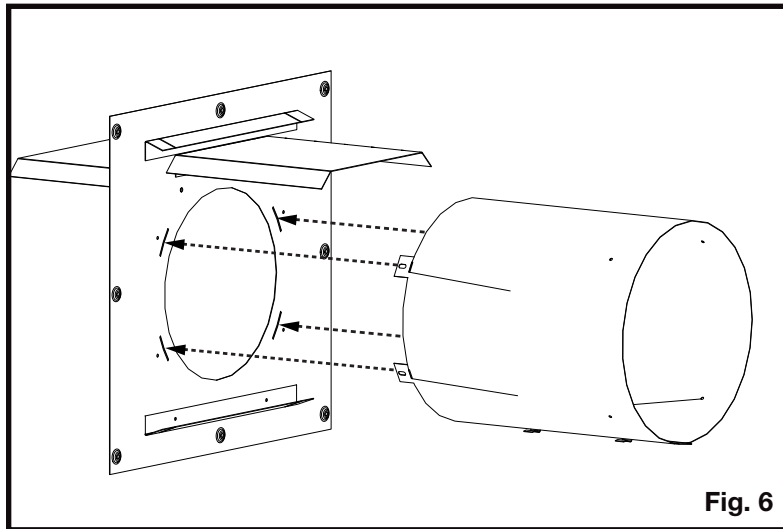

Fig. 6
- Insérez les languettes des douilles d'évent dans les douilles d'espaceur de feuillard, pliez les languettes de douille d'évacuation et fixez-la à l'entretoise de foyer avec 4 attaches fournies (**Figure 6**).